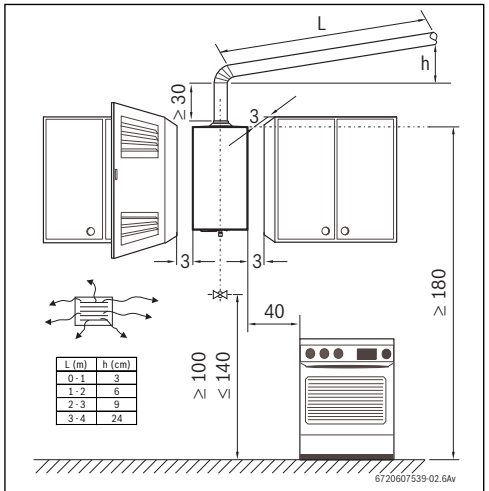

Fig. 10 Distâncias mínimas (em cm)
- Respeitar as medidas mínimas de instalação indicadas na Fig. 10.